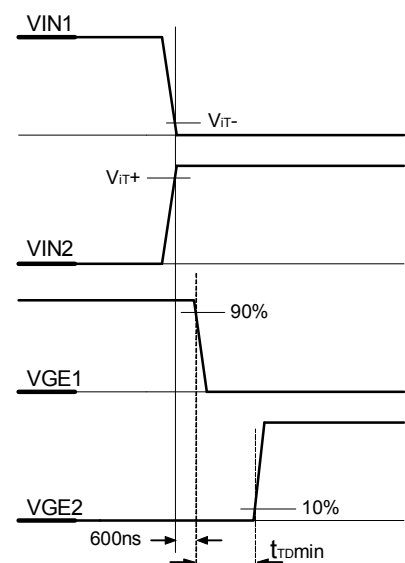

图 3, 互锁作用时间图
■ “互锁”电路用于防止在半桥模式下 IGBT 上下两管同时导通, 上管和下管之间要有一定的死区时间, 默认的死区时间为 10 μs , 通过调节连接到 X1.8 脚上的 R_{TD1} 以及连接到 X1.2 脚上的 R_{TD2} 的电阻的阻值可以对死区时间进行调节, 以适合于不同电流等级的 IGBT 以及不同的工作频率。表 1 给出了 R_{TD} 电阻与死区时间之间的对应关系。在独立模式下, 互锁功能被取消, 此时 J2,K2 被短接 (即 X1.7 接地)。(图 3)